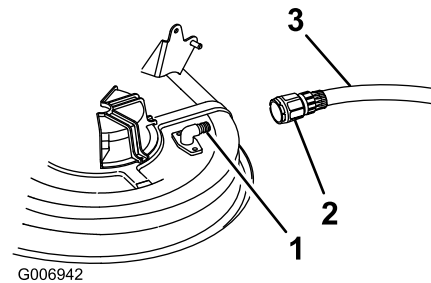

Figure 42
4. Vissez le raccord du tuyau (non fourni) au raccord de lavage du carter du plateau de coupe, et ouvrez l'eau en grand (Figure 42).